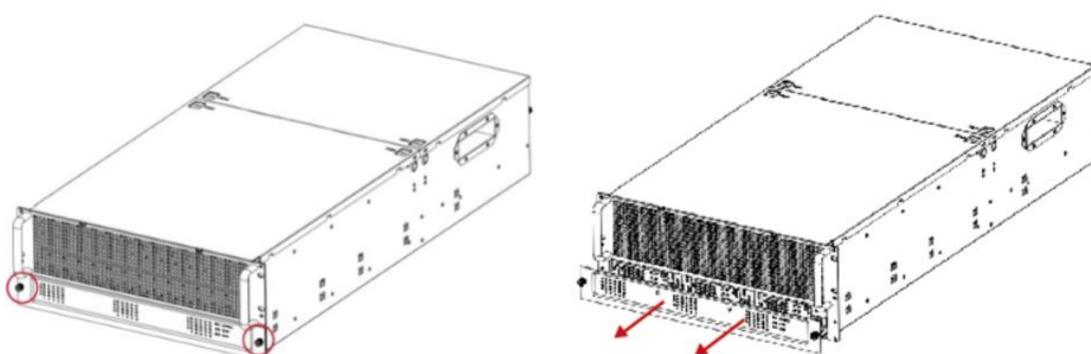

Рисунок 172. Демонтаж модуля объединительной платы НМД
3. Потяните рычаг объединительной платы, чтобы вытащить её из корпуса модуля хранения (см. Рисунок 172).